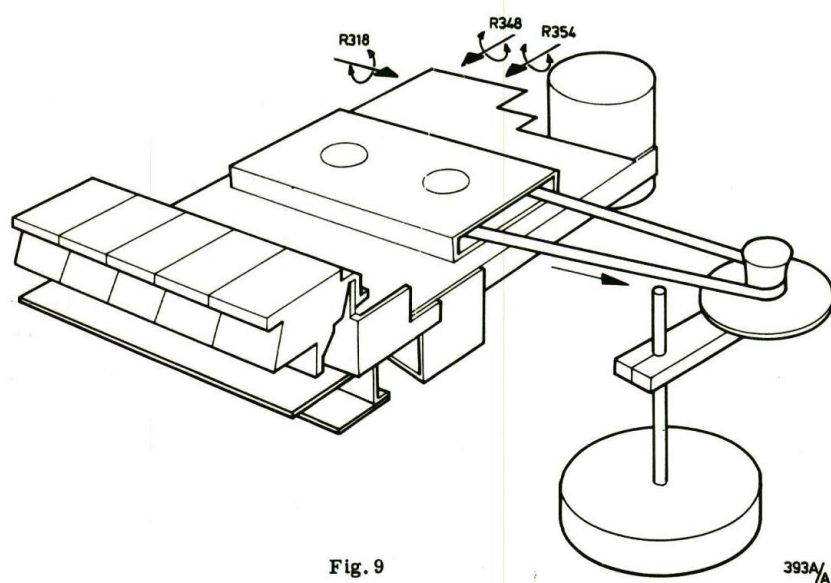

Fig. 9
- Togliere il lato di una cassette e far uscire il nastro (vedi fig. 9).